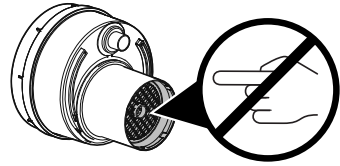

Abbildung 1 – Schäden am Filtermaterial vermeiden
- Das Filtermaterial NICHT berühren (Abbildung 1). Das Filtermaterial reinigt die aus den Flüssigkeits-Sammelbehältern des mobilen Absauggeräts abgesaugte Luft, bevor sie abgelassen wird. Nichtbeachtung kann Schäden am Filtermaterial bewirken und zu Verletzungen von Patient und/oder medizinischem Personal führen.